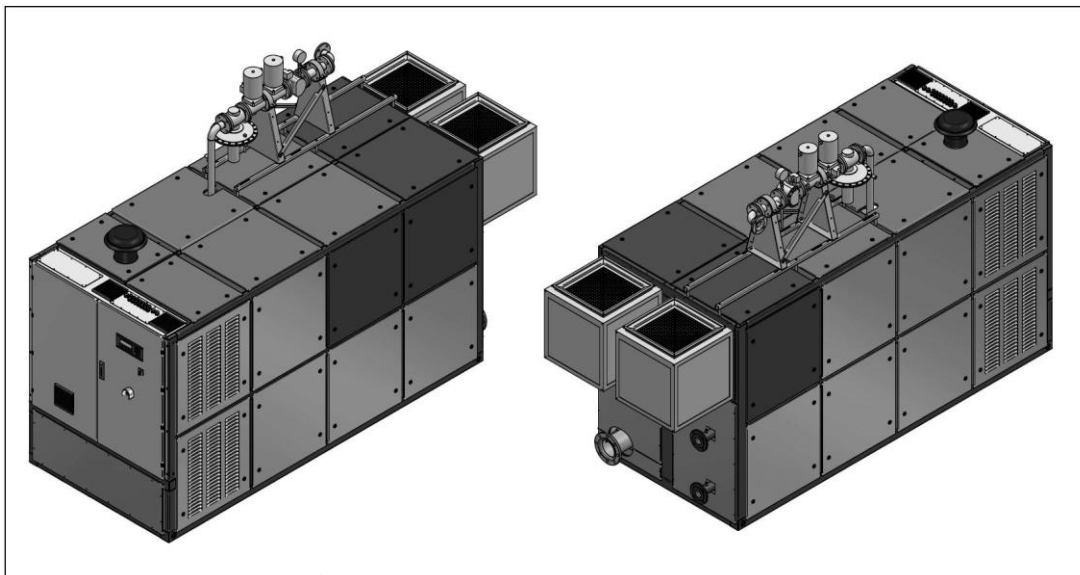

Рис. 14 Монтаж элементов шумопоглощающего кожуха (темные элементы, показанные с изоляцией для горячей зоны)
- Вновь закрепить отдельно поставляемые элементы шумопоглощающего кожуха и снятые элементы крышки (Рис. 14) на опорной раме (быстроразъемные соединения для квадратного ключа).